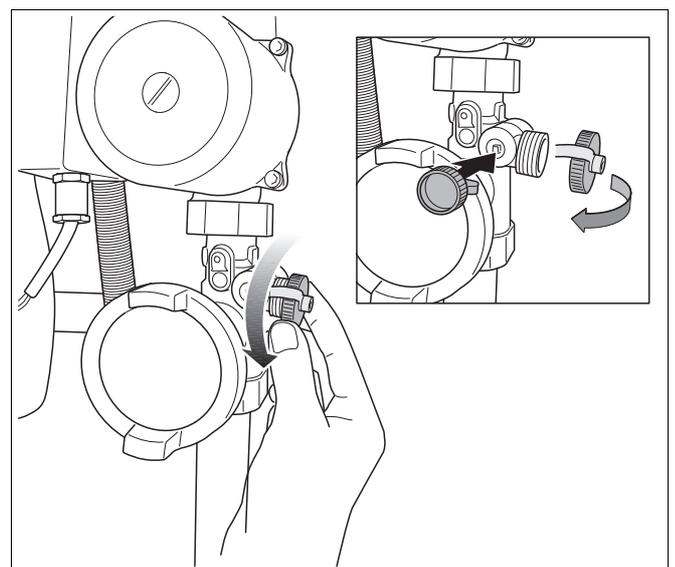

Fig. 64 Svitare il tappo di chiusura del rubinetto di carico/scarico
- Svitare il tappo di chiusura (fig. 64).